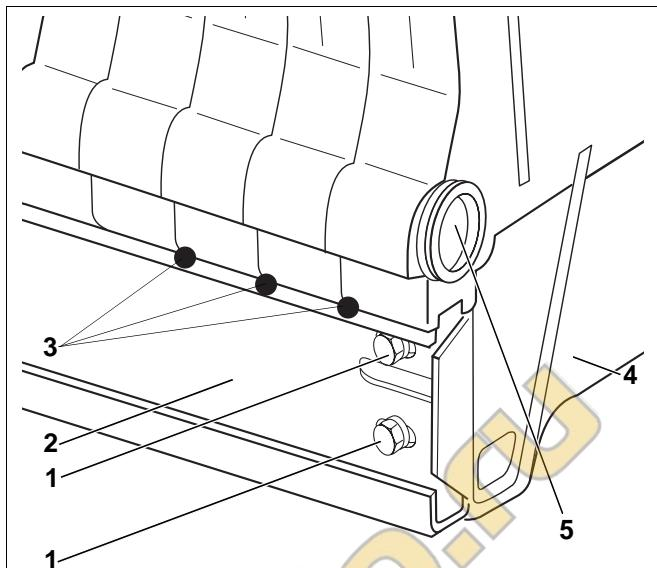

Рис. 20 Уплотнение котлового блока
- В соответствии с рис. 13, стр. 17 установить вкладыши на конечной секции (рис. 20, **поз. 4**).
- Закрепить двумя болтами M8 x 30 (рис. 20, **поз. 1**) и гайками напольную планку (рис. 20, **поз. 2**) на конечной секции (рис. 20, **поз. 4**).
- После крепления напольной планки на конечной секции (рис. 20, **поз. 4**) ослабить и снять стяжной инструмент.
- Нанести герметик в точках, как показано на рис. 20, **поз. 3**.
- Установить пробку со сливным отверстием (заглушка $1\frac{3}{4}'' \times \frac{3}{4}''$) с уплотнением на переднюю нижнюю ступицу котла (рис. 20, **поз. 5**, стр. 22). Заказчик может установить здесь сливной кран.